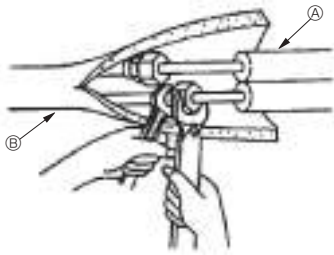

Fig. 4-4
4.4. Rohrleitungen für Kältemittel (Fig. 4-4)